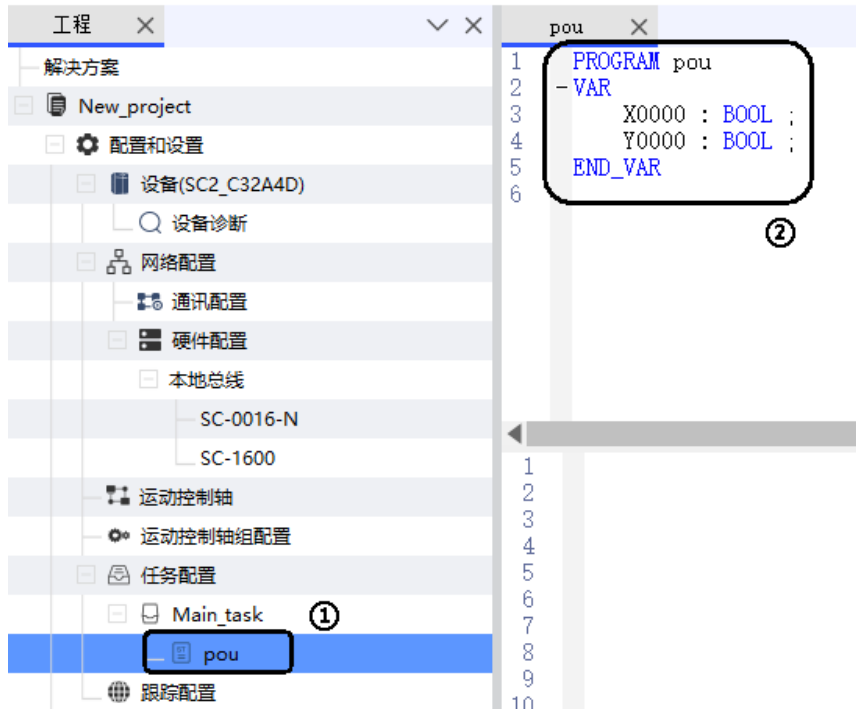

图 6.7 建立输入、输出变量 X000、Y000
① 在设备树中，鼠标左键选择“POU(PRG)”进入编程页面新建变量，如图 6.7 所示；